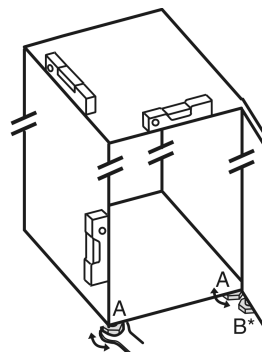

Fig. 25
- ▶ Выкрутите регулируемые опоры Fig. 25 (A) при помощи входящего в комплект поставки рожкового ключа и, используя уровень, выставьте устройство прочно и ровно по горизонтали.
- ▶ Выверните регулируемую опору Fig. 25 (B) на нижнем опорном кронштейне при помощи входящего в комплект поставки рожкового ключа до ее соприкосновения с полом.
- ▶ Поверните регулируемую опору Fig. 25 (B) еще на 90°.